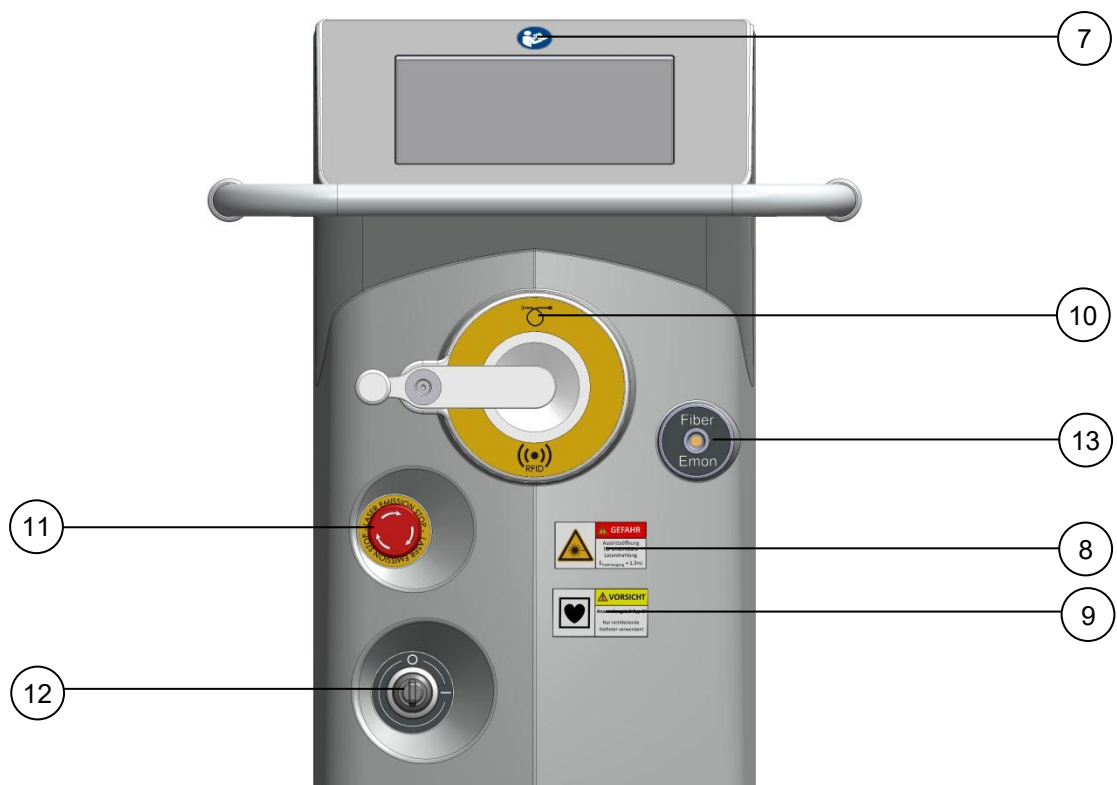

Abb. 2-2: Gerätevorderseite
7.	Anleitung beachten. Das Symbol befindet sich auf der Gerätefront oberhalb des Touchscreens (siehe Abb. 2-2).
8.	Das Laserwarnkennzeichen warnt vor dem Austritt von Laserenergie an dieser Stelle. Das Label befindet sich an der Gerätevorderseite neben der Laserstrahlaustrittsöffnung (siehe Abb. 2-2).
Es dürfen nur Fasern des Typs CF angeschlossen werden. Es dürfen nur nichtleitende Katheter verwendet werden. Das Label befindet sich unterhalb des entsprechenden Anschlusses auf der Gerätevorderseite (siehe Abb. 2-2).
10.	Anschluss der Faser und Position der RFID-Spule. Das Label befindet sich oberhalb des entsprechenden Anschlusses auf der Gerätevorderseite (siehe Abb. 2-2).  Symbol für Radiofrequenz Identifikation  Optische Faser
11.	Kennzeichnung Laser-Emission-Stop. Das Label befindet sich auf der Gerätevorderseite (siehe Abb. 2-2).
12.	Positionsanzeige für Schlüsselschalter. O = „AUS“ I = „EIN“ Das Label befindet sich auf der Gerätevorderseite (siehe Abb. 2-2).
13.	Energiemonitor für die Faser. Das Label befindet sich auf der Gerätevorderseite (siehe Abb. 2-2).